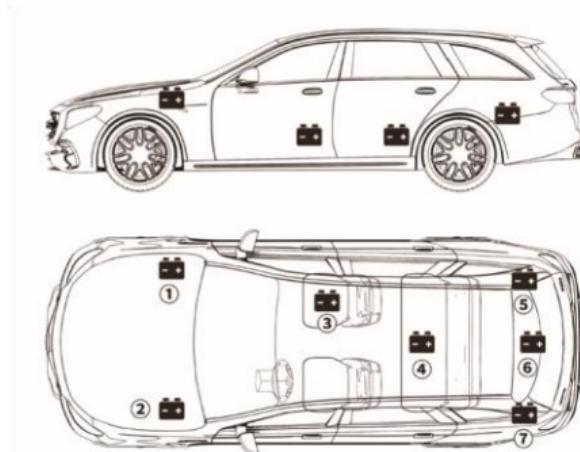

Figura 3.1.1
- 1) La mayoría de los modelos de vehículos colocan la batería en el compartimento del motor, debajo del capó, en una de las esquinas delanteras. Consulta la ubicación de la batería ① y ② en la Figura 3.1.1.
ubicación de la batería ⑤ , ⑥ y ⑦ en la Figura 3.1.1. En este caso, la batería puede tener una cubierta de plástico que debe retirarse antes de cualquier prueba.
- 3) Para algunos modelos, la batería puede guardarse debajo del asiento trasero. Consulta la ubicación de la batería ④ en la Figura 3.1.1.
- 4) Para otros vehículos, la batería estará ubicada debajo del asiento del pasajero. Consulta la ubicación de la batería ③ en la Figura 3.1.1.